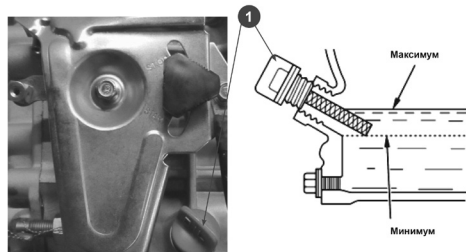

Рис.6
2. Извлеките щуп (1) Рис.6 из маслозаливной горловины и протрите его чистой тряпкой. 3.Залейте необходимое количество рекомендованного масла, учитывая температуру окружающего воздуха.